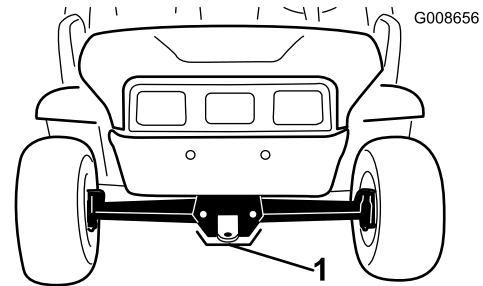

Bild 25
- Die vordere Hebestelle der Maschine befindet sich vorne am Rahmen hinter der Anhängerkupplung (Bild 25).